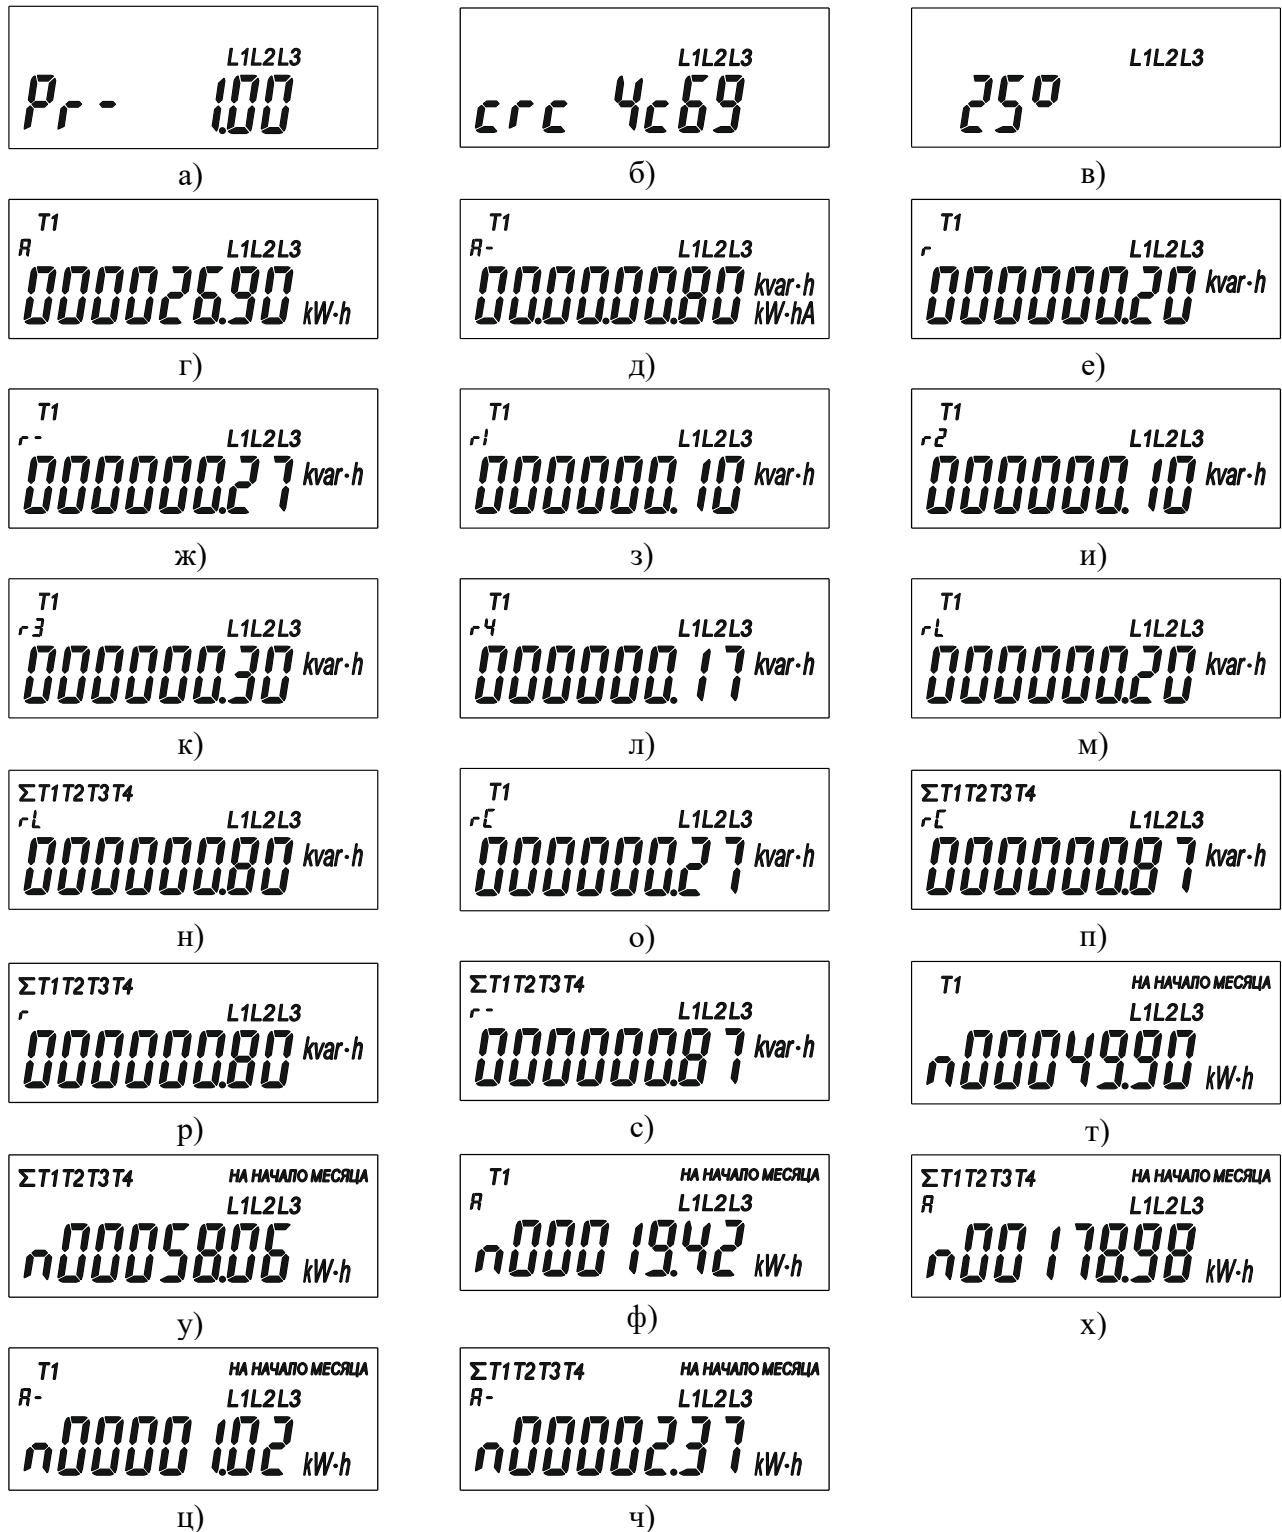

Рисунок 3.7 – Программируемые режимы индикации счетчика
– рисунок 3.7а - режим индикации, отображающий номер версии прошивки счетчика;
– рисунок 3.7б - значение контрольной суммы (CRC);
– рисунок 3.7в – температура измерительного чипа;
- рисунок 3.7г – активная потребленная энергия по тарифу (приведен пример индикации для тарифа 1);
- рисунок 3.7д – активная отпущенная энергия по тарифу (приведен пример индикации для тарифа 1);
- рисунок 3.7е – реактивная потребленная энергия по тарифу (приведен пример индикации для тарифа 1);
- рисунок 3.7ж – реактивная отпущенная энергия по тарифу (приведен пример индикации для тарифа 1);
- рисунок 3.7з – реактивная энергия в первом квадранте по тарифу (приведен пример индикации для тарифа 1);
- рисунок 3.7и – реактивная энергия во втором квадранте по тарифу (приведен пример индикации для тарифа 1);
- рисунок 3.7к – реактивная энергия в третьем квадранте по тарифу (приведен пример индикации для тарифа 1);
- рисунок 3.7л – реактивная энергия в четвертом квадранте по тарифу (приведен пример индикации для тарифа 1);
- рисунок 3.7м – индуктивная реактивная энергия (арифметическая сумма модулей значений реактивной энергии по квадрантам $|R1|+|R3|$) по тарифу (приведен пример индикации для тарифа 1);
- рисунок 3.7н – суммарная индуктивная реактивная энергия (арифметическая сумма модулей значений реактивной энергии по квадрантам $|R1|+|R3|$) потребленная нагрузкой по задействованным тарифам;
- рисунок 3.7о – емкостная реактивная энергия (арифметическая сумма модулей значений реактивной энергии по квадрантам $|R2|+|R4|$) потребленная по тарифу (приведен пример индикации для тарифа 1);
- рисунок 3.7п – суммарная емкостная реактивная энергия (арифметическая сумма модулей значений реактивной энергии по квадрантам $|R2|+|R4|$) потребленная по задействованным тарифам;
- рисунок 3.7р – суммарная реактивная потребленная энергия по всем задействованным тарифам;
- рисунок 3.7с – суммарная реактивная отпущенная энергия по всем задействованным тарифам;
- рисунок 3.7т – активная энергия за месяц по тарифу (приведен пример индикации для тарифа 1);
- рисунок 3.7у – суммарная активная энергия за месяц по всем задействованным тарифам;
- рисунок 3.7ф – активная потребленная энергия за месяц по тарифу (приведен пример индикации для тарифа 1);
- рисунок 3.7х – суммарная активная потребленная энергия за месяц по всем задействованным тарифам;
- рисунок 3.7ц – активная отпущенная энергия за месяц по тарифу (приведен пример индикации для тарифа 1);
- рисунок 3.7ч – суммарная активная отпущенная энергия за месяц по всем задействованным тарифам;